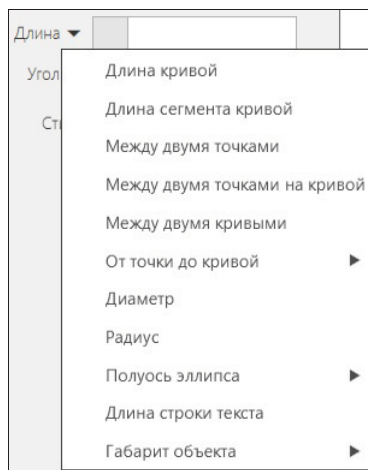

Рис. 5.2. Выпадающая панель окна Длина
- ◆ окно **Длина** с полем для ввода числового значения длины отрезка. При нажатии на кнопку (черный треугольник) слева от окна раскрывается панель с командами **геометрического калькулятора** (рис. 5.2). Работа геометрическим калькулятором описана в *уроке 8*;
Один из способов задания числовых параметров объектов — снятие значений параметров с уже существующих объектов. Для этого используется так называемый геометрический калькулятор. С его помощью можно, например, сделать угол наклона создаваемого отрезка равным углу наклона касательной. Команды геометрического калькулятора содержатся в меню полей ввода числовых параметров (см. рис. 5.2, 5.3). Набор команд зависит от типа объекта и типа параметра. Более подробно см. *урок 8*.